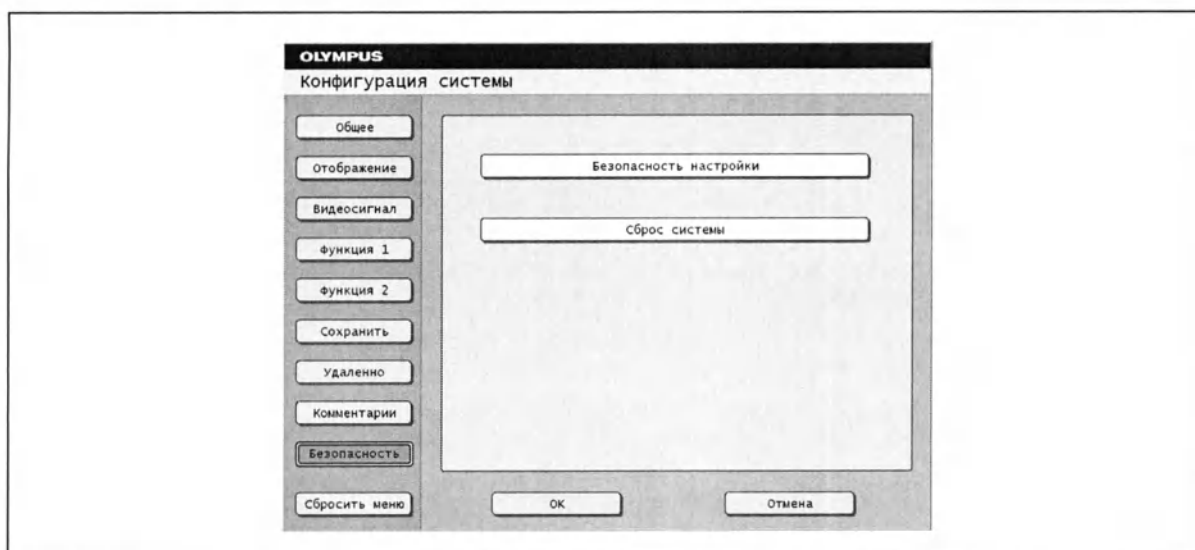

Рисунок 4.23
- 1 Открыв меню [Security setup] (Настройка безопасности), выберите вкладку Security account (Безопасность счетом). (см. рисунок 4.23)